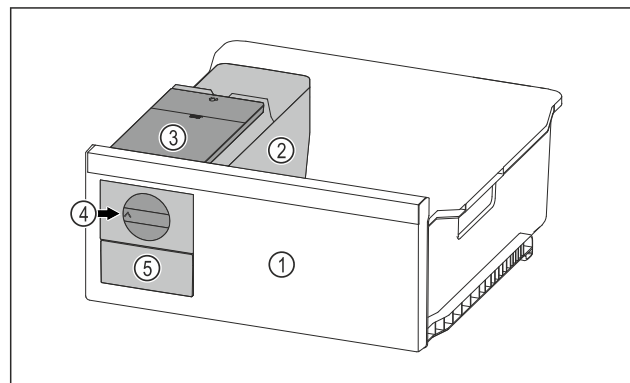

Fig. 163 Beispielhafte Darstellung
- Drehknopf Fig. 163 (4) im Uhrzeigersinn bis zum Anschlag drehen.
- Eiskwürfel fallen aus der Eiskwürfelschale in das Eiskwürfel-schubfach Fig. 163 (5).